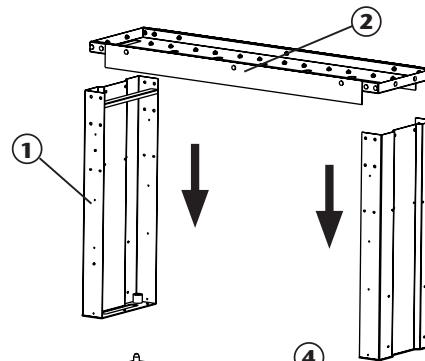
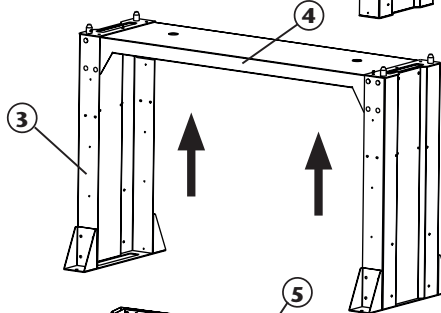

Fig. 1
Fig. 2
1. Place the two upper side supports (1) on the floor in vertical position (fig. 1).
2. Place the upper hose reel support plate (2) on the said supports and fasten it with screws.
3. Place the two lower side support on the floor in vertical position and screw the support (4) (fig. 2).
1. Coloque sobre el suelo en posición vertical los dos soportes laterales superiores (1) (fig. 1).
2. Fije sobre los mismos, la placa superior soporte de enrolladores (2).
3. Coloque sobre el suelo en posición vertical los dos soportes laterales inferiores (3), y fije sobre los mismos el soporte bandeja (4) (fig. 2).
1. Stellen Sie die beiden oberen Ständer (1) in vertikaler Position (Abb. 1).
2. Befestigen Sie den oberen Schlauchaufröller-Trägerplatte (2) auf den Ständer.
3. Stellen Sie die zwei unteren Ständer (3) in vertikaler Position und befestigen Sie den Querträger (4) (Abb. 2).